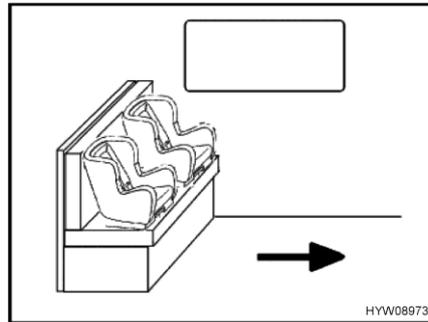
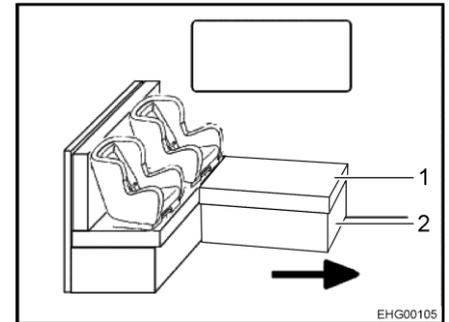

Bild 22 Kindersitze auf Sitzbank
Bild 23 Kindersitze auf L-Sitzbank
Der Pfeil in Bild 22 und Bild 23 zeigt die Fahrtrichtung.
- Das Polster (Bild 23,1) bei Bedarf entfernen.
- Das Truhengestell (Bild 23,2) bei Bedarf zusammenklappen.